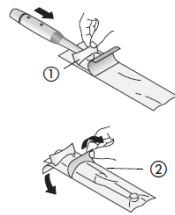

図 6
- (2) ハンドピース本体の電源を入れ、先端をアルコールで拭き使い捨て保護カバーを被せて (図 6)、ハンドピース本体の先端を口の内側に触れないように、患者の口腔内に挿入する。
- (3) 見たい部位にハンドピース本体のレンズ窓を向けて、ライブビデオ画像をモニターに表示させる。
- (4) ハンドピース本体のシャッターリリースボタンで画像の焦点を調節し、静止画像をモニターに表示させる。再度シャッターリリースボタンを押すと、ビデオモードに戻る。
- (5) (2) ~ (4) を繰り返して複数の静止画像を得る。